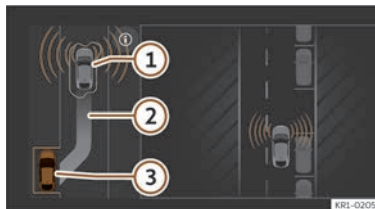
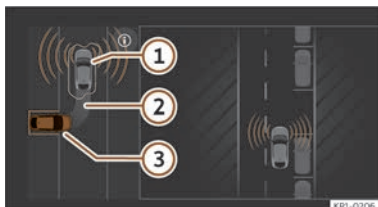

Fig. 143 Sur l'écran du système d'infodivertissement : position de stationnement en créneau.
Fig. 144 Sur l'écran du système d'infodivertissement : position de stationnement en bataille.
>>> **fig. 143**, >>> **fig. 144**
- ① Son propre véhicule.
- ② Indication de la manœuvre proposée pour stationner.
- ③ Place de stationnement détectée.
- Regardez sur l'affichage de l'écran du système d'infodivertissement si la place « appropriée » a été détectée et si la position correcte pour stationner >>> **fig. 143**, >>> **fig. 144** a été atteinte. Arrêtez le véhicule, suivez les instructions affichées sur l'infodivertissement.